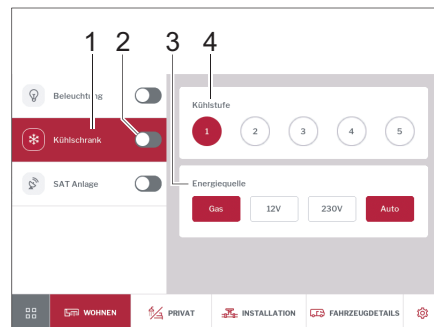

Fig. 261 Frigorifero
- Accendere o spegnere il frigorifero con l'interruttore a scorrimento (Fig. 261,2).
- Digitare il pulsante *Frigorifero* (Fig. 261,1).
Sul pannello di comando si possono impostare lo stadio di raffreddamento (Fig. 261,4) e la fonte di energia (Fig. 261,3).